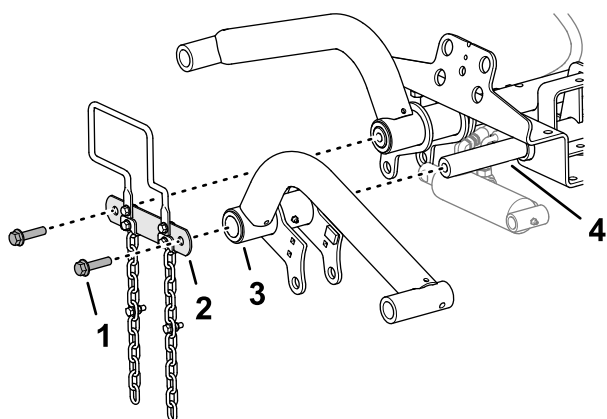

**Figura 10**
- Nella parte anteriore della macchina rimuovete le 2 viti a testa cilindrica flangiata (1/2" x 2") che fissano il giunto dell'albero di articolazione agli alberi di articolazione del braccio di sollevamento e rimuovete il giunto (Figura 10).